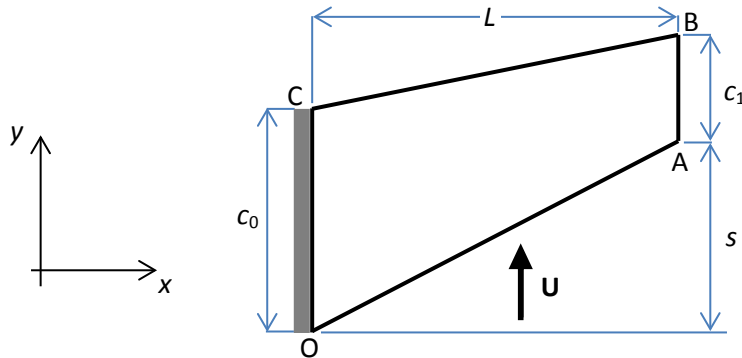

Figure 1 : géométrie de l'aile delta en composite
On considère une aile de type delta réalisée en matériau composite stratifié, qui peut être utilisée par exemple pour construire un drone. Un schéma de la géométrie de l'aile est donné en Figure 1 : l'aile est constituée d'une plaque en composite, dont la forme est décrite par le quadrangle OABC dans le plan Oxy.
Pour l'aile, on note  $L$  l'envergure (longueur de l'aile dans la direction  $x$ ), et  $c_0$  et  $c_1$ , respectivement, la corde (largeur de l'aile dans la direction  $y$ ) aux deux extrémités  $x = 0$  et  $x = L$ . L'aile est en flèche, c'est-à-dire que les deux points d'extrémité du bord d'attaque OA sont décalés d'une longueur  $s$  dans la direction  $y$ , comme illustré dans la Figure 1. Pour le calcul, on fixera les valeurs :  $L = c_0 = s = 50$  cm ;  $c_1 = 0.5 c_0$ .
Afin d'évaluer la rigidité globale de la structure, il sera nécessaire de réaliser un calcul aux éléments finis de l'aile : le modèle sera une plaque mince de la forme illustrée en Figure 1. De sorte à pouvoir effectuer tous les calculs dans le cadre du code éléments finis, on propose d'utiliser le code Castem pour ce travail. En alternative, on peut utiliser d'autres codes éléments finis comme Abaqus ou Fenics : le détail technique est donné pour Castem, mais des notes d'explication sont ajoutées dans le cas d'autres codes.
1. **Maillage** : réaliser le maillage de la structure selon le schéma illustré en Figure 1 : attention, la géométrie est plane parce qu'il s'agit d'une structure de type plaque, mais l'espace de travail est bien l'espace 3D. On utilisera des éléments triangulaires à 3 nœuds de sorte à modéliser des éléments de plaque mince de Kirchhoff (DKT = Discrete Kirchhoff Triangle).
2. **Chargement** : en vol à une vitesse **U**, l'aile reçoit un écoulement dirigé selon l'axe *y* (voir schéma de Figure 1). Par effet de l'écoulement autour du profil, l'aile est soumise à une distribution de pression  $p_0$ . Une approximation de la forme de ce profil de pression est la suivante ( $y_{min}$  est l'ordonnée du bord d'attaque OA de l'aile dans le repère ayant pour origine le point O : en O,  $y_{min} = 0$ , et en A,  $y_{min} = s$  :